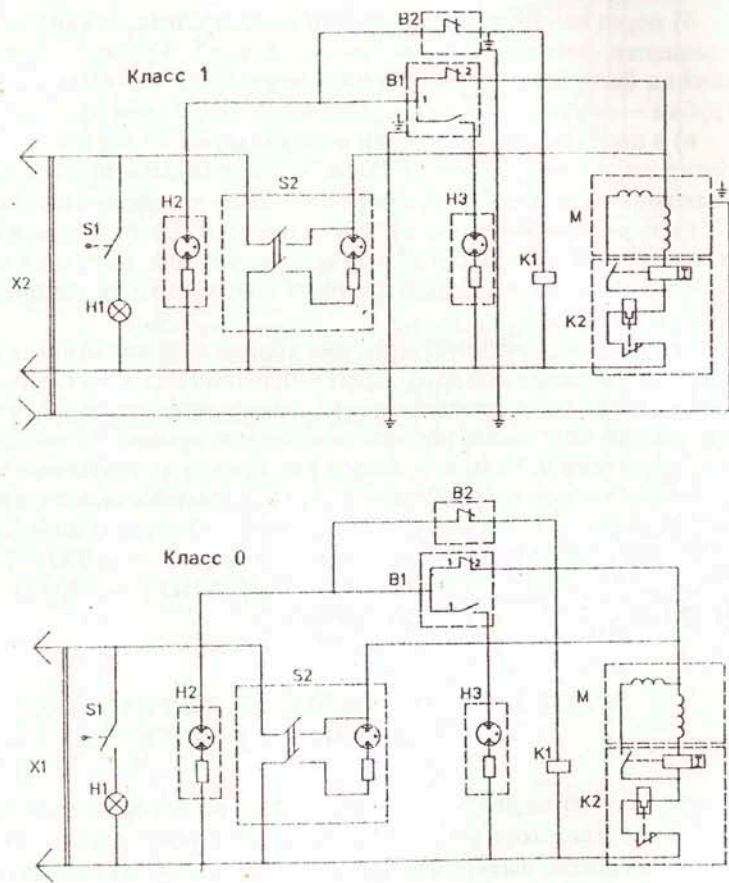

Рис. 4.1. Схема электрическая принципиальная:
4.1. Холодильник выполнен по степени защиты от поражения электрическим током класса 0 (без заземляющего провода). Принципиальная электрическая схема приведена на рис. 4.1.